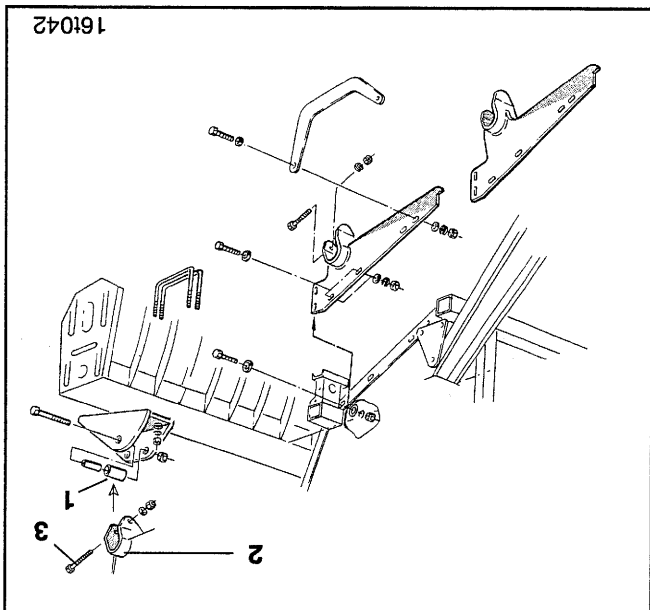

Fig. 22.4
- Accrochez ensemble les arbres-paliers (fig. 22.4/1) et les chapes d'accouplement (fig. 22.4/2), en utilisant pour ce faire les axes (fig. 22.4/3), puis verrouillez à l'aide de goupilles Beta.